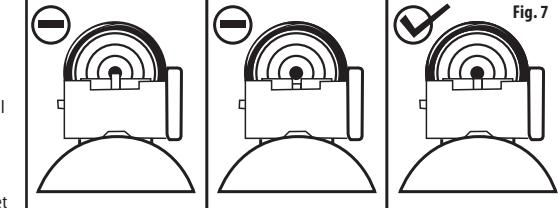

Fig. 7
- 1. På modeller med abne sigtemiddler sitter sigtebladet på forreste sigtemiddel, når det forreste sigteblad ses lige i midten af hakket i det bagerste sigtemiddel (Fig. 7).